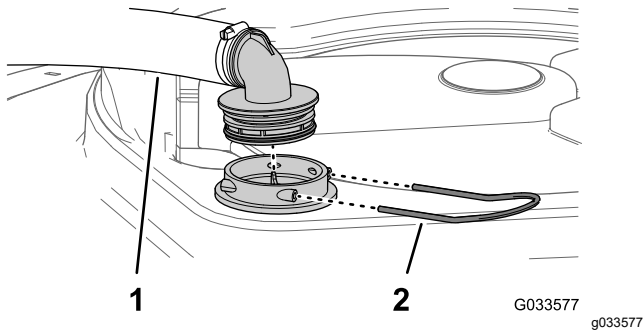

Figura 28
- En la parte superior del depósito de fumigación, retire la horquilla de retención que sujeta el acoplamiento que está conectado a la manguera grande y al alojamiento del filtro (Figura 28).
- Retire la manguera y el acoplamiento del alojamiento del filtro (Figura 28).